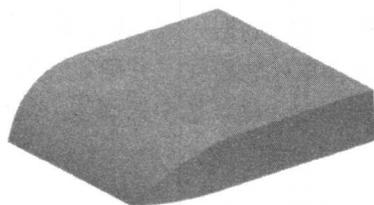

图 1-13
- ⑨ 单击操控板中的 按钮，完成可变剖面扫描特征的建立，结果如图 1-13 所示。